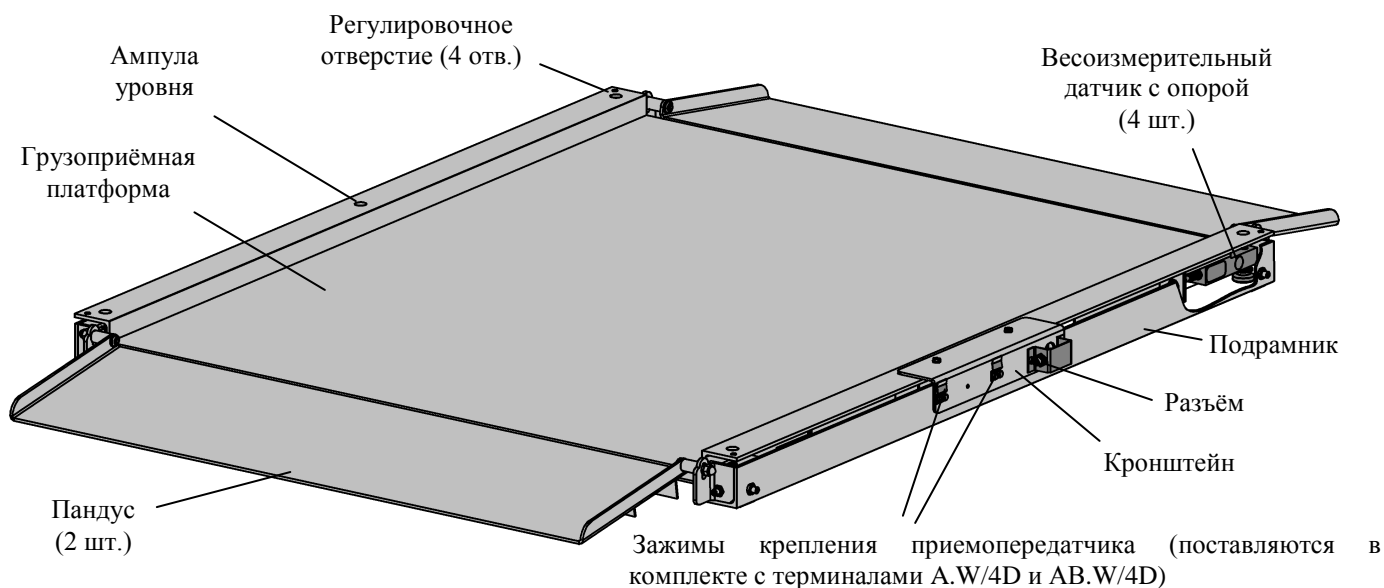

Рис. 4.1- Модуль взвешивающий 4D-LA\_
4.1 Модуль состоит из рамы, на которой установлены четыре цифровых весоизмерительных датчика с опорами, грузоприёмной платформы и подрамника с двумя откидывающимися пандусами (Рис. 4.1).